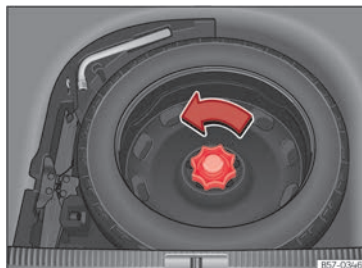

Abb. 257 Im Gepäckraum: hochgeklappter Ladeboden.
- Drehen Sie das Handrad entgegen dem Uhrzeigersinn » (Abb. 257).